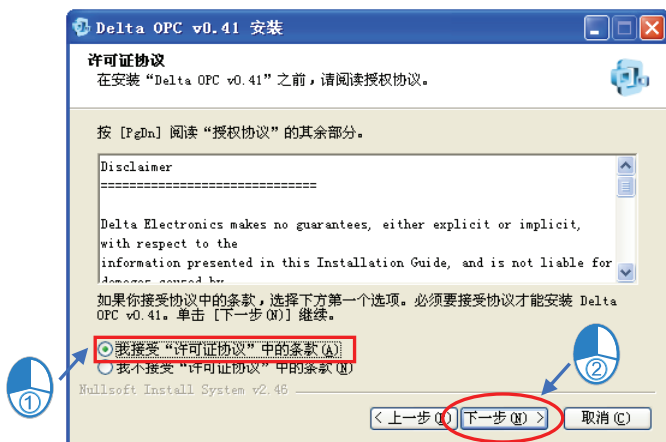

图 1-4 授权协议
- (3) 在许可协议窗口浏览该叙述内容后，若同意此内容请勾选我接受「许可协议」中的条款按钮，进行下一个步骤，如图 1-4。若不同意则按下「取消」按钮离开安装程序。